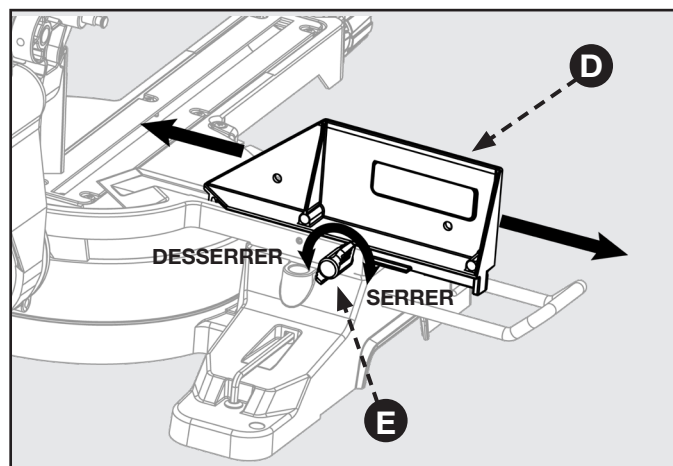

FIGURE 25
Cette scie dispose d'un guide avec rallonge ajustable. Pour étendre ou replier le guide, consultez la figure 25 et suivez ces instructions : Dévissez l'écrou à oreilles (E) en le tournant dans le sens antihoraire et faites glisser le guide (D) jusqu'à la position désirée. Veillez à resserrer l'écrou à oreilles (E) en le tournant dans le sens horaire.
**⚠ DANGER:** Vérifiez toujours l'écrou à oreilles (E) pour vous assurer qu'elle est bien vissée avant d'effectuer une coupe. Le défaut de s'y conformer peut provoquer des blessures.